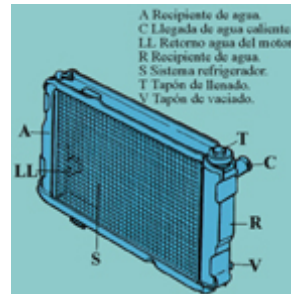

Fig. 4
- **Radiador (fig. 4)**
La partes del radiador se indican en la **fig. 4**